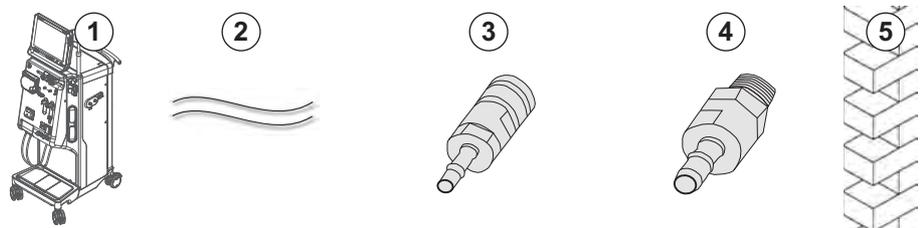

Fig. 4-7 Conectores Aquaboss para suministro centralizado de concentrado
- Conexión hembra para concentrado (Fig. 4-7, ③) (lado del equipo), material 1.4529 EPDM
- Boquilla de cierre macho para concentrado AISI 316L ( ④ ), lado de la pared), material 1.4529 EPDM
1. Conectar el acoplamiento hembra para concentrado ③ al tubo de suministro central de concentrado ② procedente directamente del equipo.
2. Conectar el acoplamiento hembra para concentrado ③ a la boquilla de cierre macho para concentrado ④ fijada en la pared.